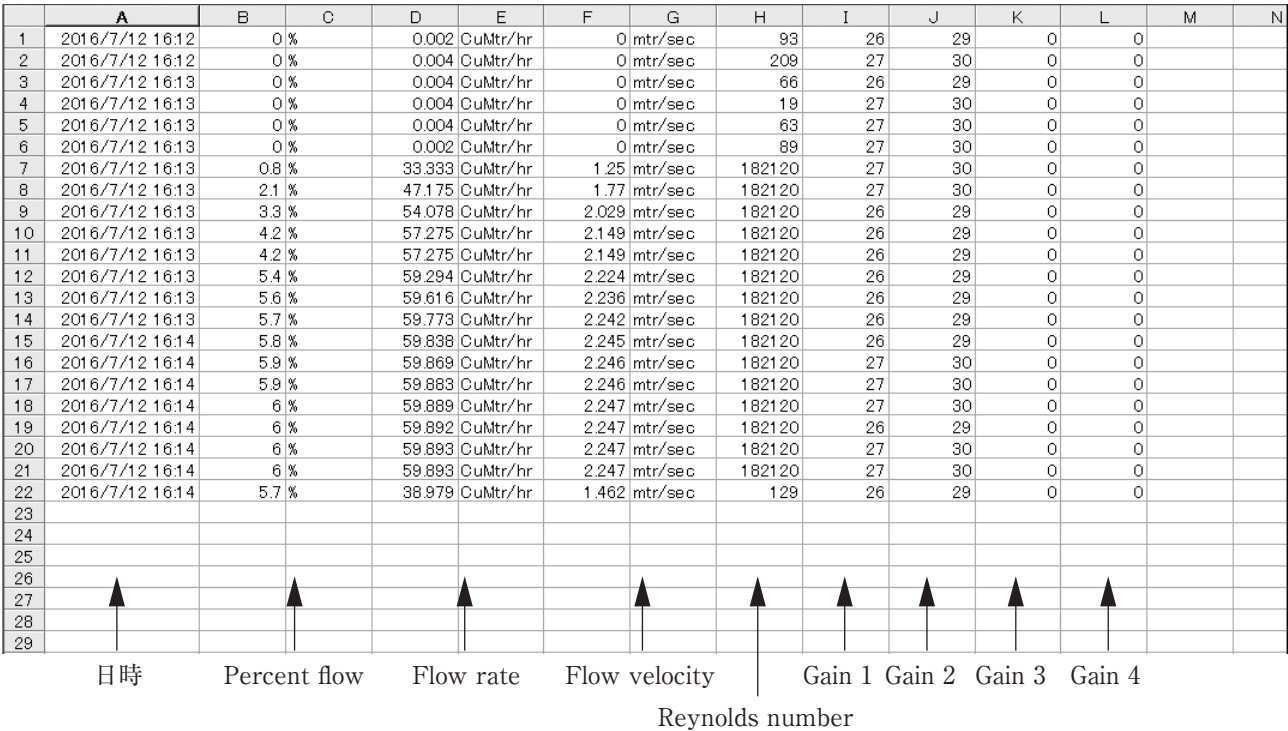

図3-26
⑨ ログ周期を「5 Second」に設定した場合のログファイルの内容は図3-26 のようになります。